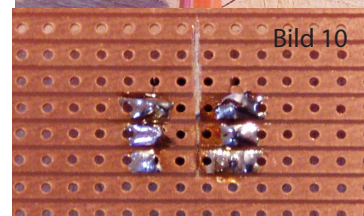

Bild 10
10. Den IC Sockel (18) so von oben in die Platine stecken, dass die Trennlinie genau durch die Mitte der Anschlüsse (Sockel) führt und von unten mit den Platinenpunkten verlöten (siehe Bild 10).